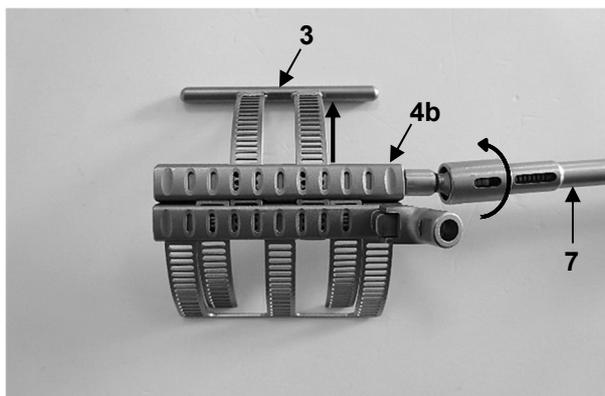
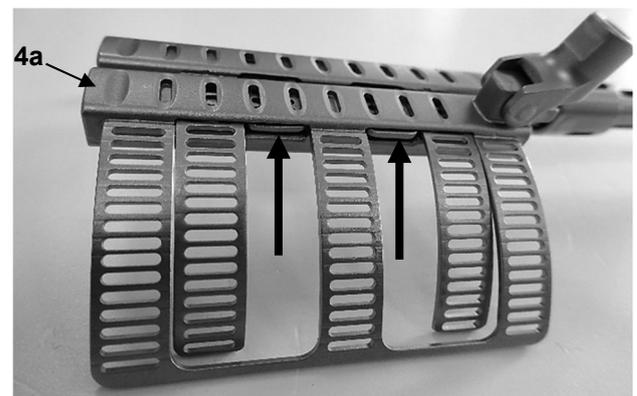

Abb. 2a
Abb. 2b
Hierfür die Außensechskantschraube an dem Kastenmodul des primären Elements (4b) mithilfe des Kardan Schraubendrehers LMT-4 (7) im Uhrzeigersinn drehen (Abb. 2a) bis sich die Enden der Fächerblätter vollständig in dem Kastenmodul des Basiselements (4a) befinden, wie in Abbildung 2b zu sehen.